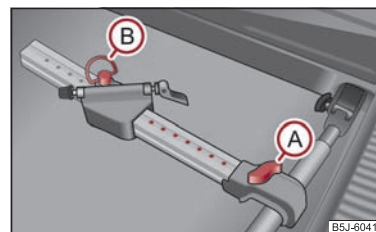

Fig. 69 Pose d'un porte-bicyclettes
- Posez le porte-bicyclettes homologué au centre de la barre transversale, après avoir relevé la vis (A), poussez la barre longitudinale (pièce en alu) vers la barre transversale jusqu'à ce que la douille s'emboîte et mettez la vis (A) dans l'écrou ⇒ fig. 69.
- Desserrez la vis (B) et enlevez-la de la pièce amovible du support; mettez la pièce amovible dans une des positions possibles selon la taille de la bicyclette de sorte qu'elle ne puisse pas toucher le capot du coffre à bagages. Nous recommandons de placer la pièce amovible du support de sorte que l'on puisse voir 7 trous entre la vis (A) et la pièce amovible.
- Mettre la vis (B) dans la position souhaitée et la serrer. ■
- Desserrez la vis (A) ⇒ page 71, fig. 69 et poussez le porte-bicyclettes en même temps que la bicyclette fixée vers la gauche (vu dans le sens de déplacement), de sorte que le guidon ne tape pas dans la vitre latérale du coffre à bagages.